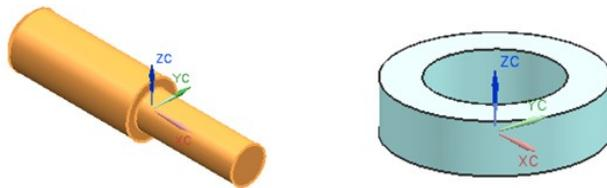

图 8.20 添加“shaft”和“spacer”
① 添加“shaft”和“spacer”, 如图 8.20 所示。
② 完成约束。